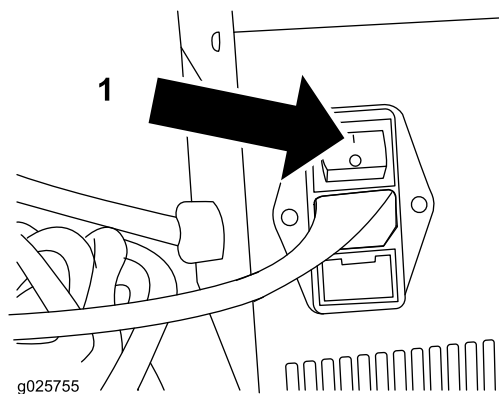

Figura 7
8. Accendete il caricabatteria (Figura 7). Si accende la spia LED "ON".